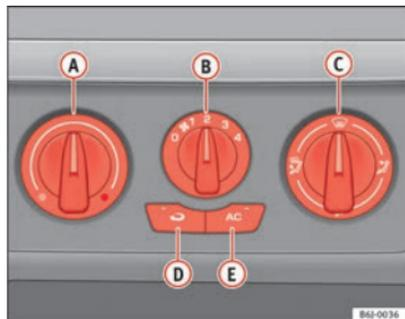

Fig. 93 Sur la planche de bord : éléments de commande du climatiseur
- Désactivez le système de refroidissement avec la touche ⇒ fig. 93 **AC** (le témoin de la touche s'éteint).
Le mode recyclage de l'air ambiant ⇒ fig. 93  (le témoin intégré à la touche est allumé) empêche les fortes odeurs ambiantes (qui peuvent par exemple se dégager lors de la traversée d'un tunnel ou dans un bouchon) de pénétrer dans l'habitacle.